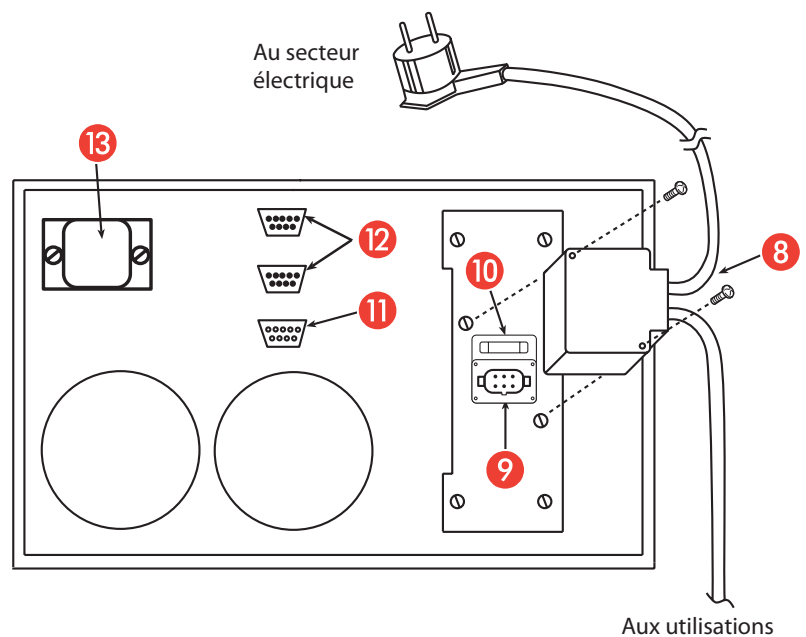

Fig. 2
Bâti unique (fig. 2):
1. Câblez le connecteur d'entrée-sortie fourni, comme l'indique la figure 2, à l'aide d'un cordon gainé avec conducteurs internes d'une section d'au moins **2,5 mm2**.
4. Reliez le connecteur d'entrée-sortie à la fiche [9] derrière l'onduleur en le fixant sur le châssis par les vis (voir fig. 2).